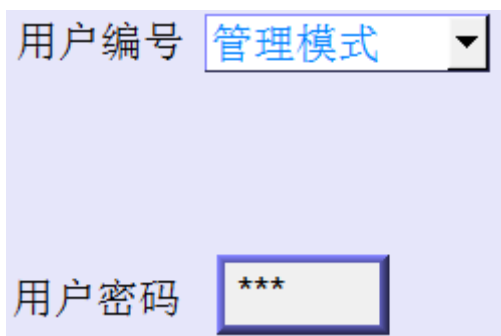
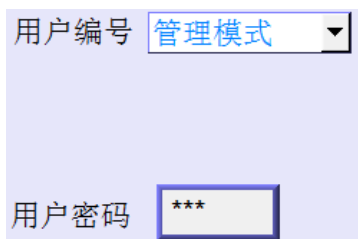

图 1
图 2
- II. 如果需要更改权限，则先进入“密码设置”页面，在“用户编号”处，选择相应的用户模式，然后在“用户密码”处，输入相应用户的密码。用户模式可为“使用、编辑、管理”三个模式，对应的初始密码分别为“111、222、333”。例如在“用户编号”处选择使用模式，在“用户密码”处，输入“使用模式”的密码，这样系统就处于“使用模式”，如图 1 所示。如果密码输入错误，则出现提示信息，如图 2 所示。